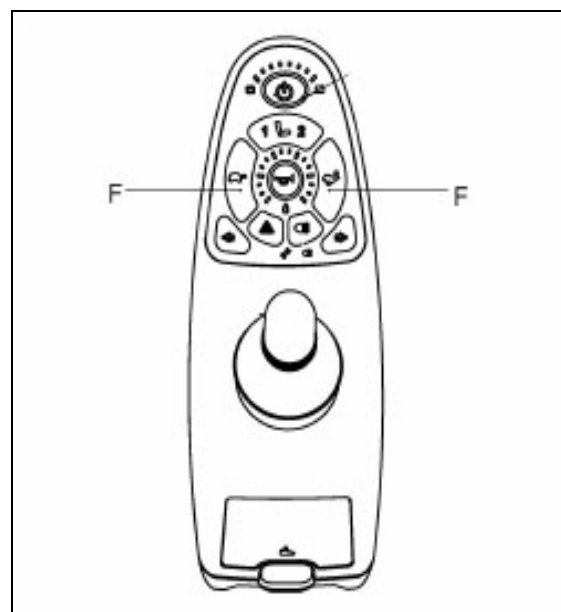

Abbildung 3.8
- Bei der Bedieneinheit vom Typ 'Shark seat-lights' mit dem Geschwindigkeitsregler (Abb. 3.8 - F).